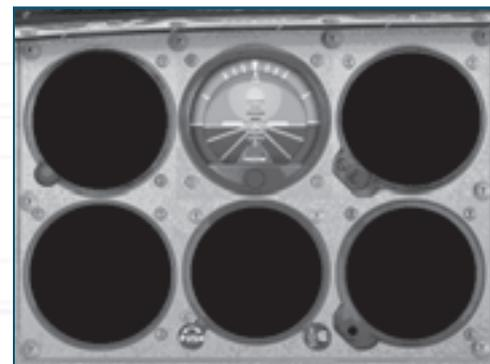

Figure 13-2
L'étape 1 nécessite que vous sélectionniez les paramètres d'attitude, de puissance appliquée au moteur et d'assiette. Si vous vous trouvez, par exemple, en vol rectiligne en palier (voir Figure 13-2) et que vous voulez amorcer une montée (il s'agit là d'un changement majeur d'assiette), vous devez sélectionner une attitude de montée, appliquer la puissance nominale de montée et équilibrer ces paramètres. Exécutez ces opérations en vous concentrant uniquement sur l'AI.
1. Inclinez l'appareil vers l'avant jusqu'à atteindre l'assiette de vol rectiligne en palier (Figure 13-2). Vous ne pouvez pas
1. Sélectionnez l'assiette de vol rectiligne en palier (Figure 13-2).